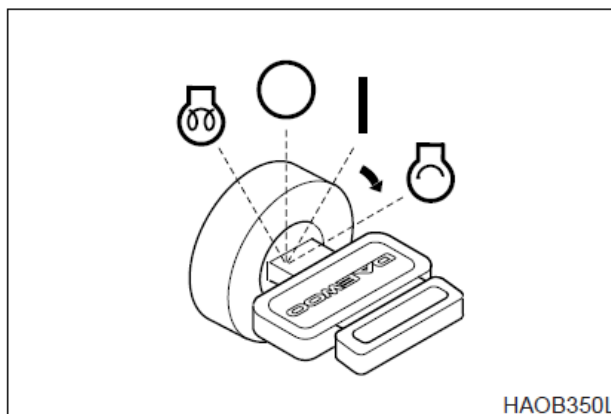

Рис. 6
4. Повернуть стартер в положение запуска "I" (START), рис.6. Двигатель должен запуститься приблизительно через 5 секунд.